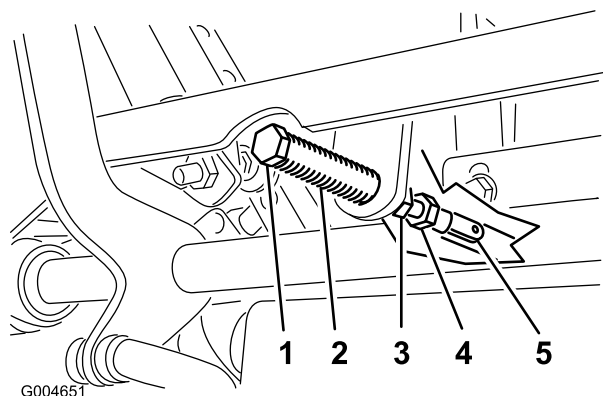

Figure 59
5. Tirez-le ensuite en arrière jusqu'à ce que l'axe de chape (situé sur un bras au-dessus de l'axe de pivot) touche l'extrémité de l'encoche (c.-à-d. commence juste à appuyer sur le ressort) (Figure 59).
7. Si un réglage s'impose, desserrez l'écrou et l'écrou de blocage vissés contre la chape (Figure 59).
8. Appliquez une légère pression à l'arrière du levier, et tournez la tête du boulon de réglage dans le sens voulu pour centrer le levier à la position de verrouillage au point mort (Figure 59).
9. Serrez l'écrou et l'écrou de blocage (Figure 59).
10. Serrez les écrous de blocage contre les rotules (Figure 59).